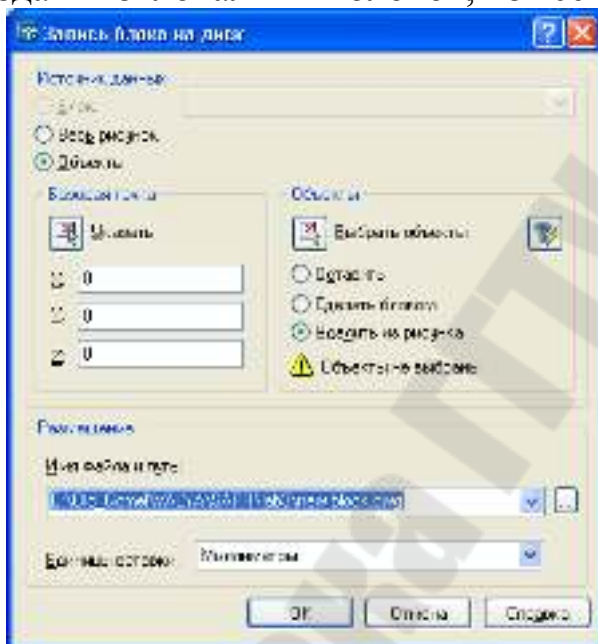

Рисунок 3.5 Диалоговое окно «Запись блока на диск»
**Создадим знак шероховатости необработанной поверхности, как автономный блок.** (см. рис. 3.5). Автономный блок можно создать из локальных блоков, из всего рисунка, из объектов.